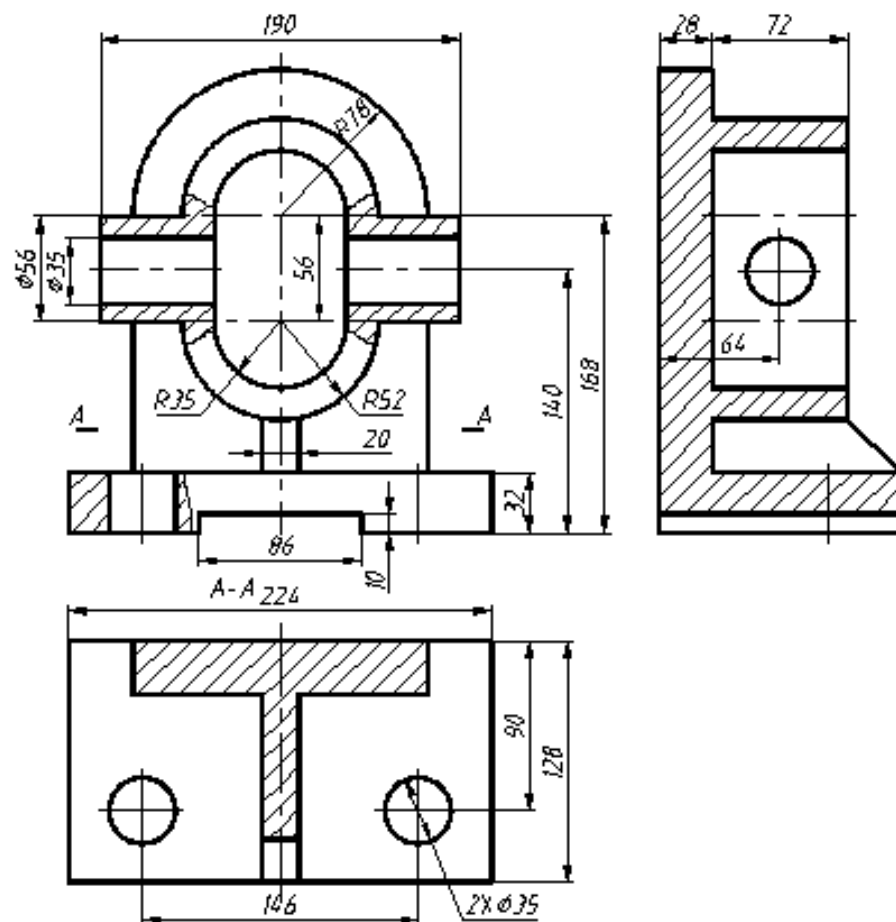

图 4-21 组合体剖视图 (二)
2. 绘制如图 4-21 所示的组合体剖视图，要求绘制图框和标题栏。